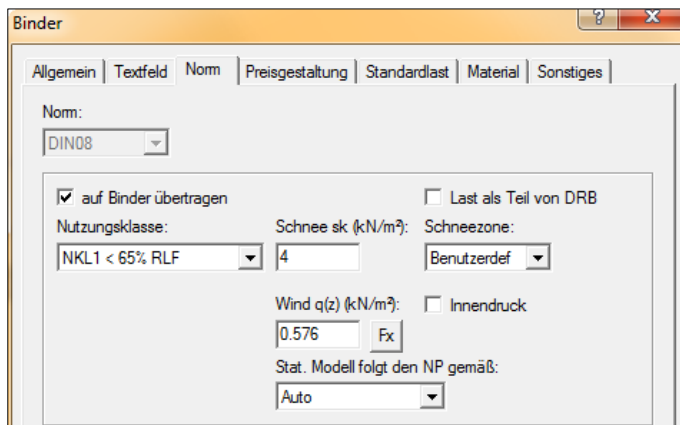

Abb. 4.2
*Wind  $q(z)$  ( $\text{kN/m}^2$ )* der Wert auf  $0,576\text{kN/m}^2$  abzuändern (siehe Abb. 4.2). Bestätigen Sie Ihre Änderungen durch Klick auf *OK*.